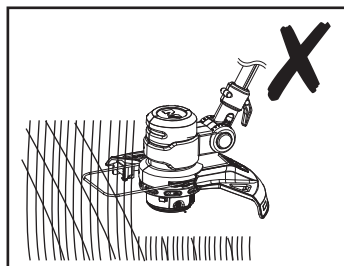
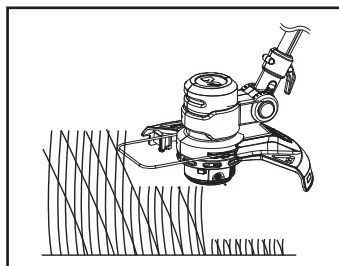

Fig. 16
Fig. 17
7. Asegúrese de que el dispositivo de corte no presenta partículas externas que puedan provocar un atasco. Compruebe esto cada cierto tiempo. Suelte el interruptor de encendido/apagado (2) y desconecte el producto de la fuente de alimentación antes de realizar cualquier comprobación.
8. Recorte la hierba más larga por fases; no la corte de una sola pasada (Fig. 16). Para obtener los mejores resultados, corte la hierba más larga por pasos (Fig. 17).